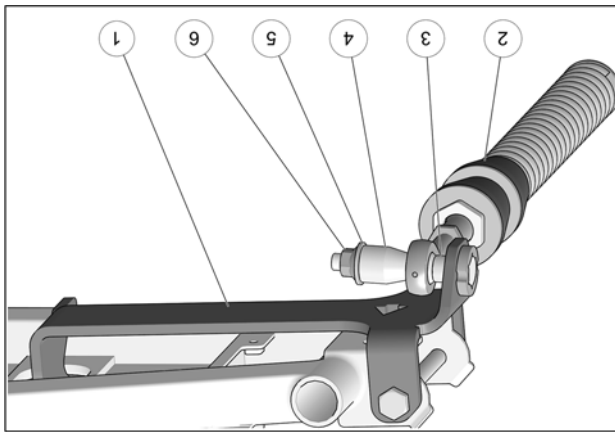

Fig. 10
10. Fixer le bras stabilisateur (2) au boulon déjà installé sur l'ancrage de suspension (1) à l'aide de l'espaceur court (3), de l'espaceur long (4), de la rondelle (5) et de l'écrin autobloquant (6). Serrer à un couple de 70 N•m [52 lb•pi]. Voir la Fig. 10